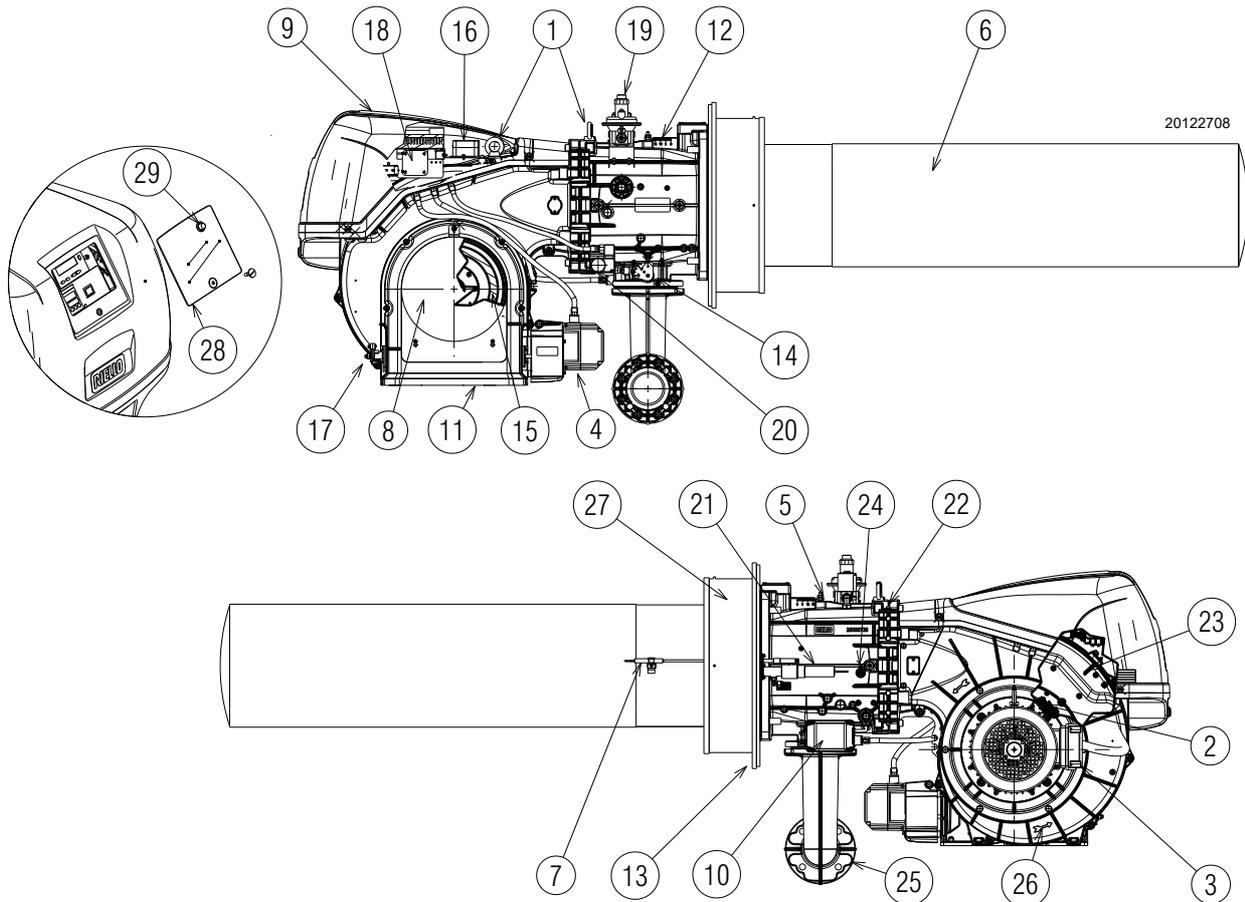

Abb. 3
- (1) Bezugsbedingungen: Raumtemperatur 20 °C - Gastemperatur 15 °C - Barometrischer Druck 1013 mbar - Höhe 0 m ü.d.M.
(2) Druck am Anschluss 5)(Abb. 3 auf Seite 11) bei Druck Null in Brennkammer und bei maximaler Brennerleistung.
(3) Schalldruck, im Verbrennungslabor des Herstellers bei laufendem Brenner am Prüfkessel, bei maximaler Leistung gemessen. Die Schalleistung wird mit der von der Norm EN 15036 vorgesehenen „Free Field“-Methode mit der Messgenauigkeit „Accuracy: Category 3“ gemessen, wie von der Norm EN ISO 3746 vorgeschrieben.